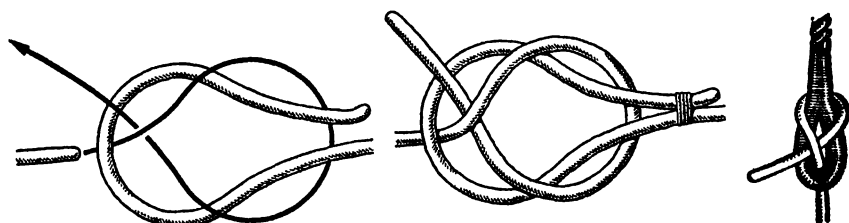

Рис. 38. Шкотовый узел
**Шкотовый узел** (рис. 38). Свое название он получил от слова «шкот» — снасть, которой управляют парусом, растягивая его за один нижний угол, если он косой, и одновременно за два, если он прямой и подвешен к рею. Шкоты носят названия того паруса, к которому они прикрепляются. Например, фокашкот и грота-шкот — снасти, с помощью которых ставятся нижние паруса — фок и грот соответственно. Марса-шкоты служат для постановки марселей, кливер-шкоты вытягивают назад шкотовый угол кливера, а фока-стаксель-шкоты вытягивают назад шкотовый угол фока-стакселя и т. д. В парусном флоте этот узел применялся тогда, когда надо было вязать снасть в огон паруса серединой, как, например, марса-лисель-шкот.